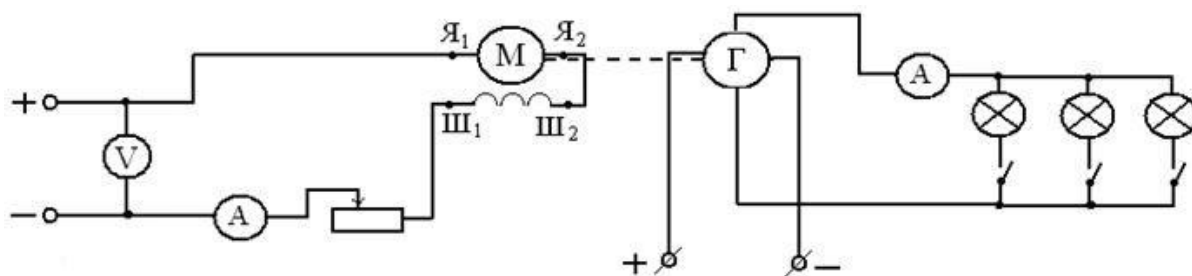

Рис. 1. Схема для дослідження двигуна з послідовним збудженням.
2. Для дослідження характеристик двигуна з послідовним збудженням у режимі холостого ходу (без навантаження на валу) зібрати електричне коло за схемою, зображеною на рис. 1. Змінюючи силу струму якоря I_a (а отже й струму збудження $I_{зб}$), виміряти частоту обертання якоря для 5 випадків.